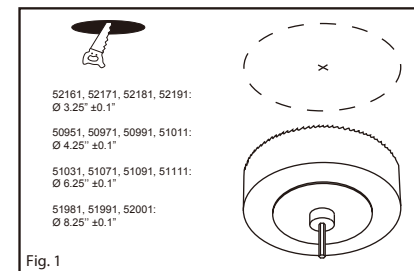

Fig. 1
1. Use the hole size template included in box to drill the hole in ceiling. Prepare supply wires: Remove 6" of the outer insulation of the line voltage cable (15cm) and strip wires 5/8" (1.6cm). (Fig.1)
1. Utilisez le gabarit de taille de trou inclus dans la boîte pour percer le trou dans le plafond. Préparez les fils d'alimentation. Installer et dégainer le fil du secteur de 6 po (15 cm) et dénuder les fils de 5/8 po (1.6 cm). (Fig. 1)